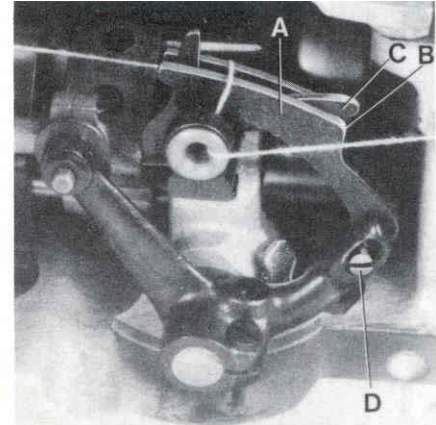

Fig.11
On the two thread double locked stitch styles, the height of the looper thread take-up (A, Fig. 11) is set so, that the cast-off hook (C) forces the looper thread over the corner (B) of the looper thread take-up (A) at the time the point of the descending needle is flush with the lower edge at looper or projects up to 1 mm (.040") below the lower edge of looper.
For setting the looper thread take-up loosen screw (D, Fig. 11).
Bei den Zweifaden-Doppelkettenstichmaschinen wird die Höhe des Greiferfadenaufnehmers (A, Fig. 11) so eingestellt, daß der Greiferfadenabzugshaken (C) den Greiferfaden zu dem Zeitpunkt über die Ecke (B) am Greiferfadenaufnehmer (A) zieht, wenn die Spitze der sich nach unten bewegenden Nadel mit der Unterkante des Greifers bündig ist oder bis zu 1 mm unterhalb der Greiferunterkante steht.
Zur Einstellung des Greiferaufnehmers lösen Sie die Schraube (D, Fig. 11).